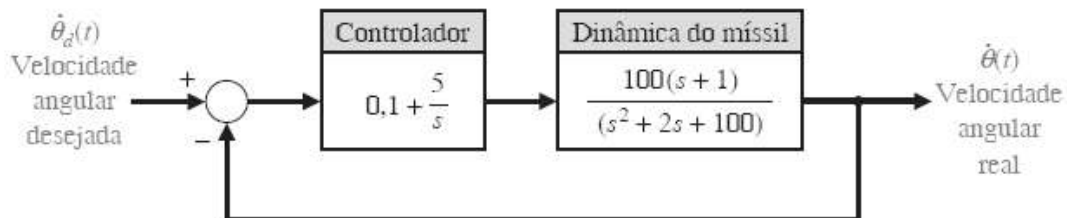

FIGURA PC5.8 Uma malha de piloto automático da velocidade angular de míssil.
- PC5.8** O diagrama de blocos de uma malha para a velocidade angular do piloto automático de um míssil é mostrado na Figura PC5.8. Usando as fórmulas analíticas para sistemas de segunda ordem, prediga M_{pt} , T_p e T_s para o sistema em malha fechada devido a uma entrada em degrau unitário. Compare os resultados preditos com a resposta ao degrau unitário real obtida com a função **step**. Explique quaisquer diferenças.